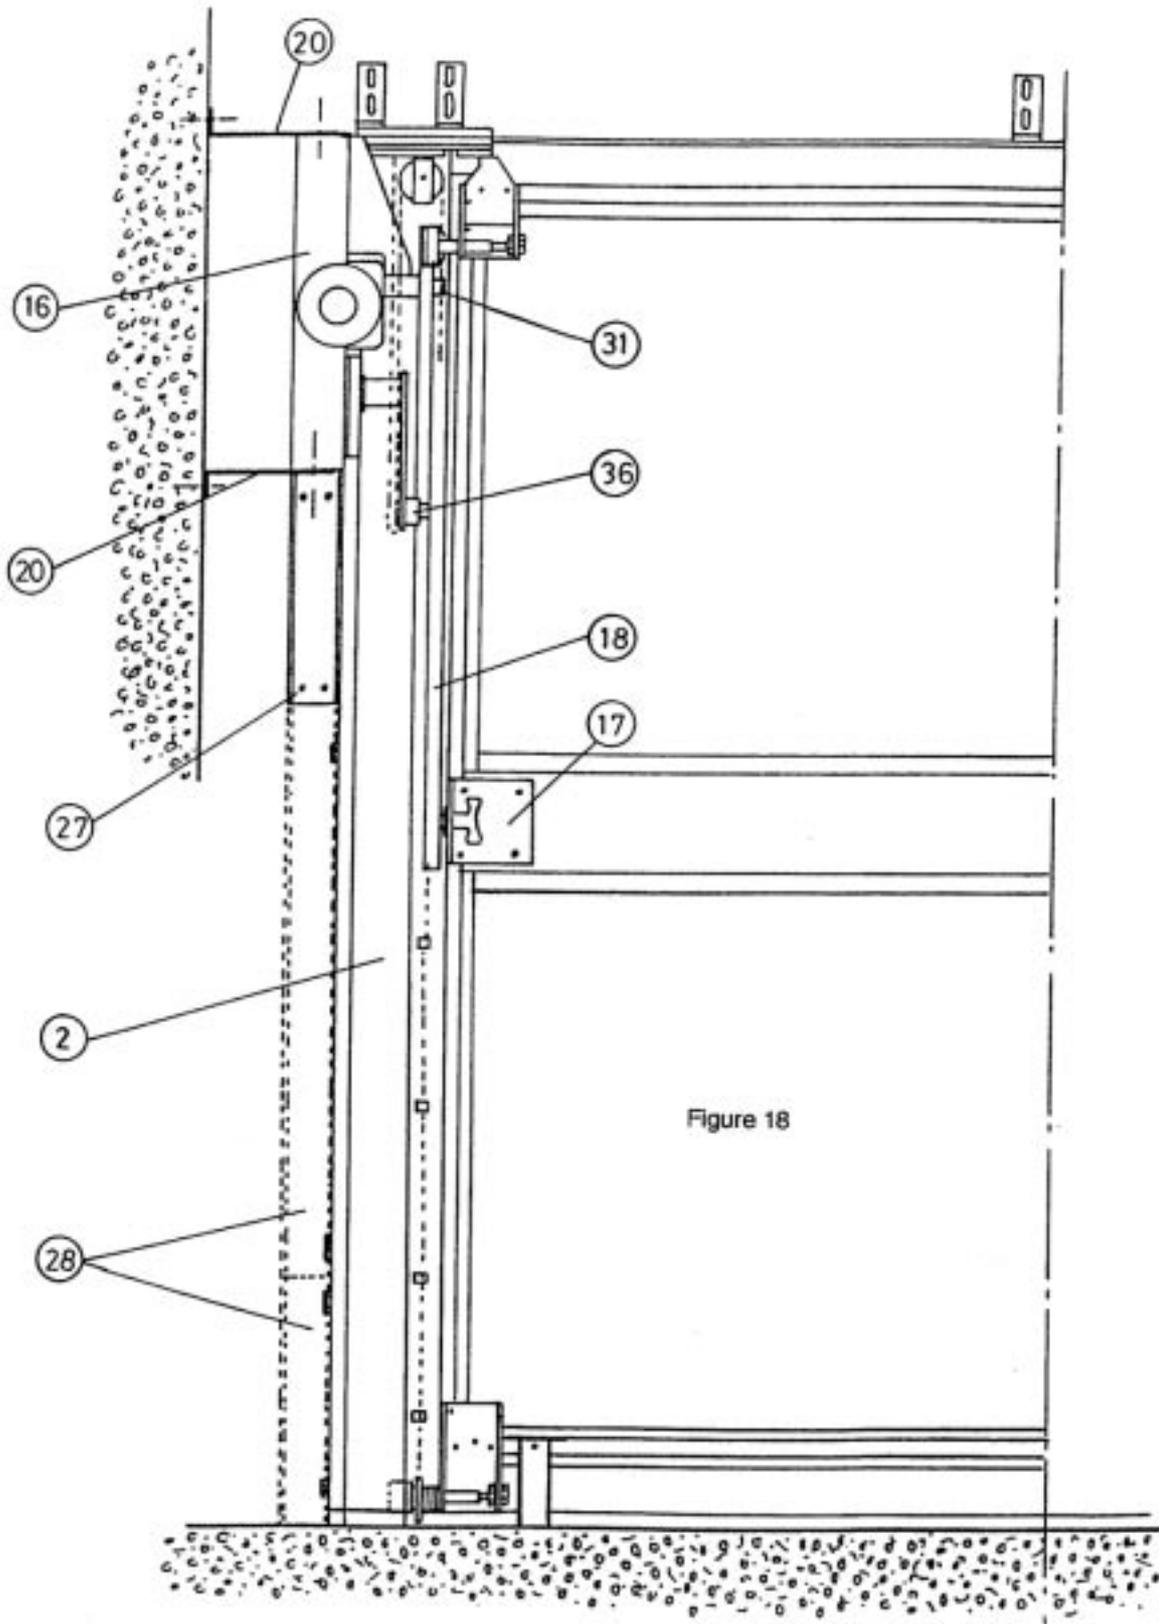

Figure 18
- 7) Fixer le châssis (16) contre la maçonnerie à l'aide de chevilles de 10 (27). Dans le cas d'un mur latéral proche, utiliser les pattes (20) pour rigidifier l'ensemble. Des trous de fixation sont prévus au dessus et en dessous du châssis (voir figure 18). Utiliser les vis à tôle de 8 x 25 pour les fixer.
- fixer les deux compléments châssis en U (28) à l'aide de boulons de 8 x12, celui du bas est à recouper en longueur à la demande. Figure 18
- 9) Fixer l'équerre de débrayage (17) sur le panneau à l'aide de 4 vis à tôle de 8 x 25 ( trou de Ø 6 pour vis de Ø 8)- figure 18.
- 10) Monter le bras de manœuvre (18) sur le châssis moteur :
- Introduire en même temps la rotule du bras de manoeuvre (18) sur l'axe du châssis (31) ainsi que l'axe du roulement du bras de manoeuvre dans l'axe six pans creux de la biellette (36)
- Fixer l'ensemble à l'aide de la rondelle métallique Ø 28 et de la vis à métaux TF 6 x 30 sur l'arbre (31) Figure 18